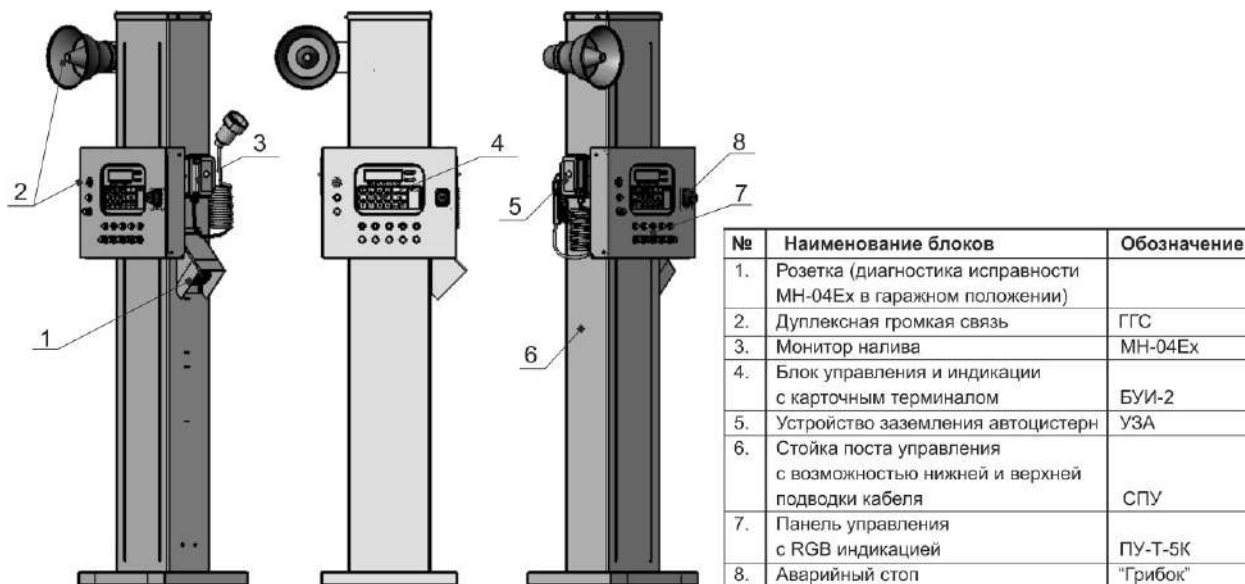

Рис. 12 - Стойки управления (СПУ) для полнофункциональных АСН
3.8.5 Система управления процессами отпуска основного продукта и дозирования присадки по каждому каналу измерения построена на базе полевого контроллера с программой управления, который расположен в стойке управления на островке налива. Стойка управления *см. рис. 12* оснащена блоком контроля заземления, монитор контроля за переливом, переговорным устройством с центральным оператором и картридером для считывания карт контроля доступа «E-marine» и «Mifare»
Стойки управления СПУ, СПУК, СПУК2 предназначены для безопасного управления процессом налива АСН любого года выпуска и комплектации. См. рис.12.